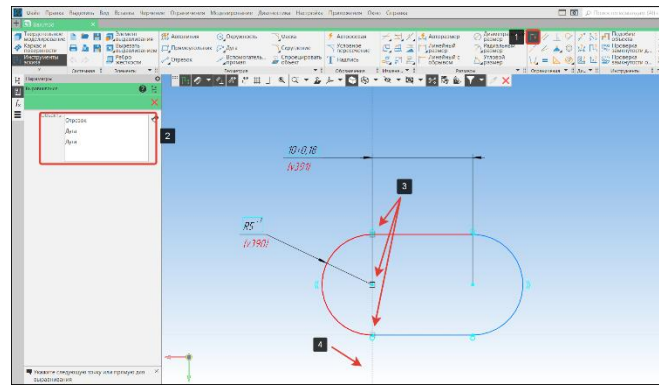

Рисунок 119 – Команда Выровнивание
- Проставим размеры на эскизе шпоночного паза согласно чертежу (Рисунок 119);
- Для того, чтобы исключить возможность изменения геометрии эскиза выровняем центр окружности (3) и точки отрезков (3) на вертикальной прямой (4), используем команду Выровнять (1). Объекты выравнивания отобразятся в окне Объекты (3) (Рисунок 119);